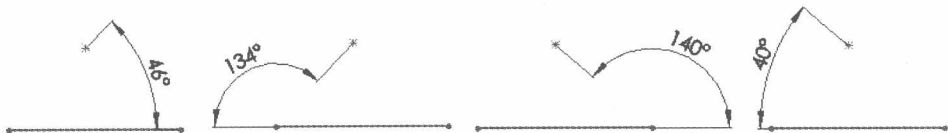

图 2-13 直线与点之间夹角的标注
(2) 直线与点之间的夹角:标注直线与点之间的夹角,有顺序差别。选择的顺序是:直线的一个端点→直线的另一个端点→点。一般有 4 种标注形式,如图 2-13 所示。